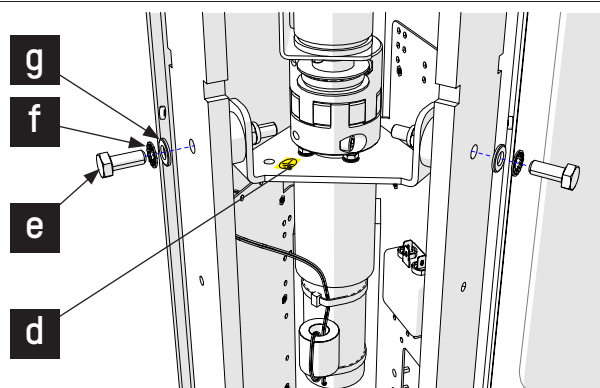

Fig. 28 - Motorbyte (Motorkonsol)
6. Ta bort motorkonsolens fästordningar, skruvarna (e) och brickorna (f) och (g) från motorkonsolen (d) (fig. 28);